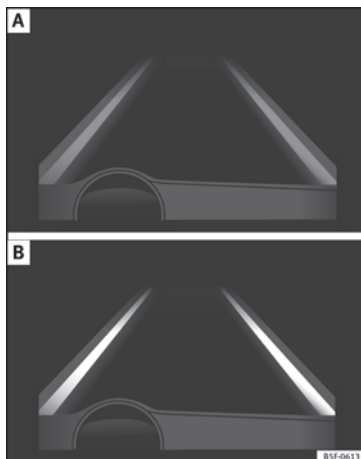

Fig. 212 En la pantalla del cuadro de instrumentos: indicación en la pantalla del sistema de aviso de salida del carril (ejemplo 1).
- El sistema está activado, pero no disponible, bien por no haber alcanzado la velocidad mínima o bien porque no reconoce las líneas de carril »» **fig. 212 A.**
- El sistema está activado y disponible, tiene las dos líneas del carril reconocidas. En este momento no está corrigiendo la trayectoria »» **fig. 212 B.**